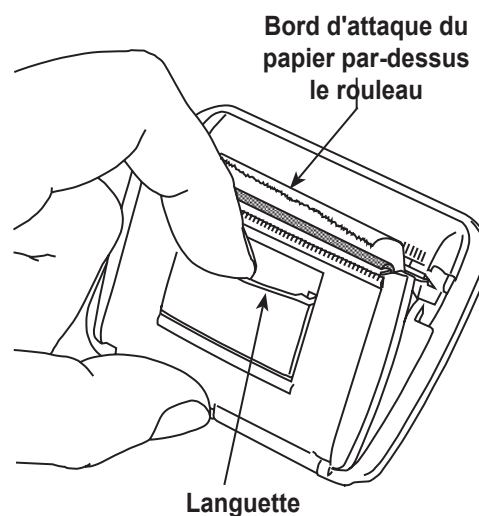

Figure 10
1. Enlevez le couvercle de l'imprimante en tirant sur la languette, comme illustré sur la Figure 10.
8. Placez l'imprimante dans la zone prédécoupée du panneau de commande. Appuyez sur la surface de l'imprimante qui affleure le panneau, en l'orientant de manière à ce que le papier sorte par la partie supérieure de l'imprimante, comme illustré sur la Figure 10.